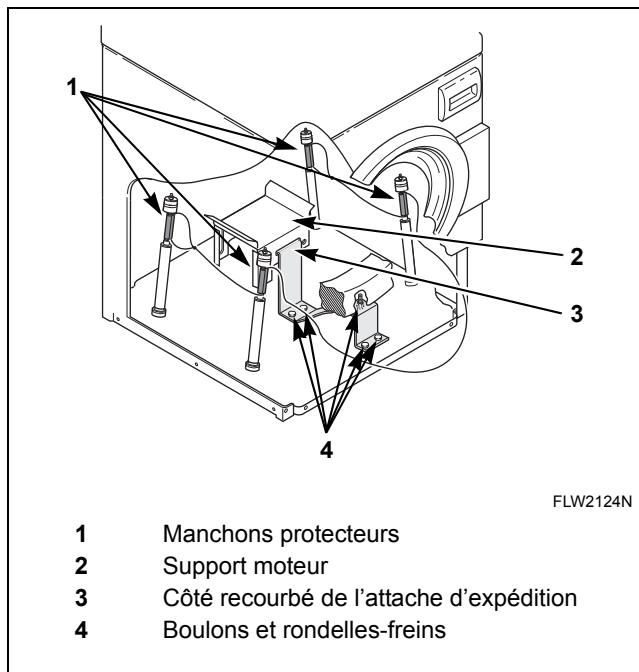

Figure 25
- Placer les manchons protecteurs sur les quatre amortisseurs. Se reporter à la *Figure 25*.
- Insérer l'extrémité crochetée de l'attache d'expédition dans la fente ouverte du support du moteur. Se reporter à la *Figure 25*.
- Fixer l'attache à l'aide des cinq boulons et rondelles. Se reporter à la *Figure 25*.